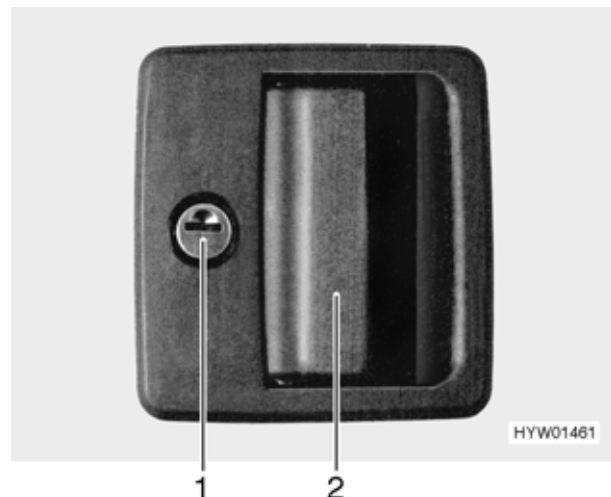

Bild 46 Türschloss Eingangstür und Fahrtür, außen
- Schlüssel in Schließzylinder (Bild 46,1) stecken und im Uhrzeigersinn drehen, bis das Türschloss entriegelt ist.
- Durch Ziehen am Türgriff (Bild 46,2) die Tür öffnen.
- Schlüssel in Schließzylinder (Bild 46,1) stecken und entgegen dem Uhrzeigersinn drehen, bis das Türschloss verriegelt ist.